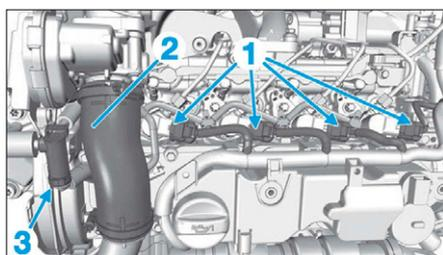

FIG. 47
- Débrancher les connecteurs des injecteurs (1) (Fig.47).
- Déposer le conduit d'air (2).
- Désaccoupler et obturer le tuyau de retour carburant (3).